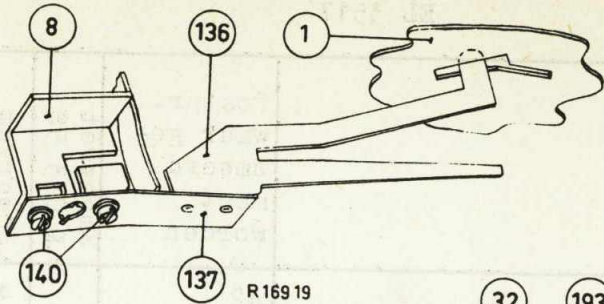

Fig.4
Beschrijving van het mechanische gedeelte.De rembeugels 135 en 136 (zie fig. 4)
2. Met een passende schroevendraaien in het gat in de veren 137 en de beugels 168(8) de rembeugels zodanig instellen dat de nokken aan de uiteinden vrij door de slobgaten lopen.
3. De opstaande lip aan de rembeugels zodanig verbuigen dat in de stand 5 van de bedieningsknop de afstand tussen het remschijfje 193 en de spoelschotel 32 ca. 0,5 mm bedraagt. Nagaan of de lippen aan de rembeugels vrij in de gaten in de montageplaat lopen. (zie fig 4 en 7)